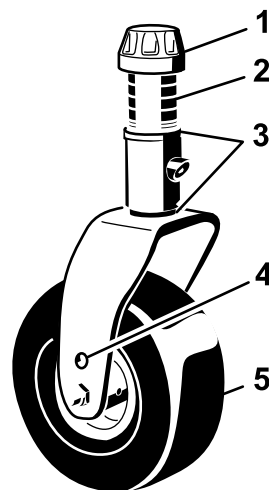

Figura 34
3. Ajuste los suplementos de 3 mm de las horquillas de las ruedas giratorias delanteras hasta que la altura de corte se corresponda con la marca de la pegatina (Figura 34); consulte Medición de la inclinación de la carcasa de corte \(página 81\).